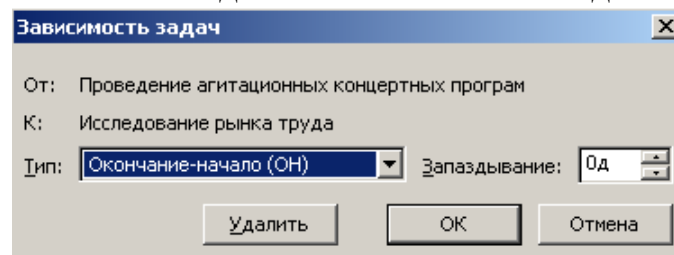

Рис. 3.7. – Діалог «Зависимость задач»
- Двічі клацнути мишкою на стрілці, що позначає зв'язок на діаграмі. На екрані з'явиться діалог «Зависимость задач» (Рис. 3.7.)